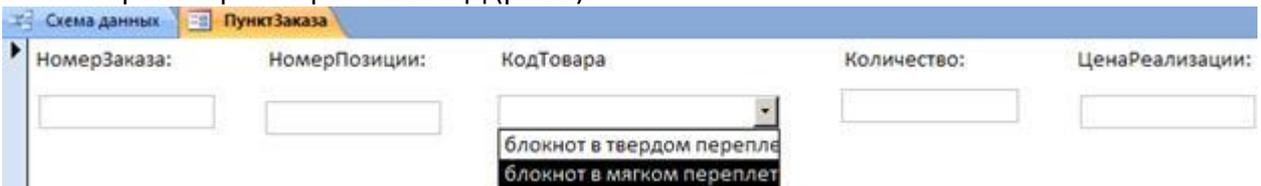

Рис.9. Окончательный вид подчиненной формы ПУНКТ_ЗАКАЗА
4. Вносить записи с помощью созданной формы неудобно, так как нужно помнить номер заказа. Эта форма должна быть вложенной формой для формы Заказ. Форму ПунктЗаказа можно просмотреть в режиме ВИД (рис.9).